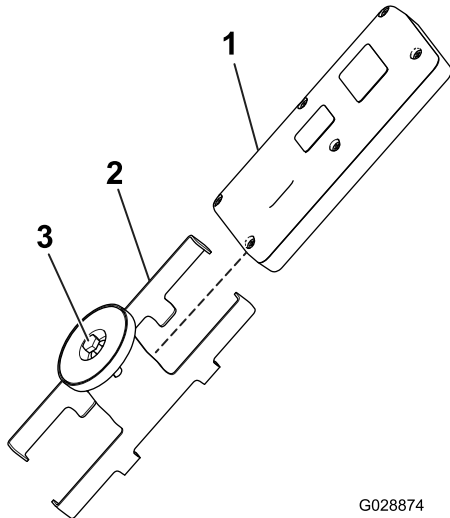

Figura 22
5. Monte el control remoto de mano en el soporte magnético remoto, una las dos mitades del soporte y apriete el perno del imán (Figura 22).